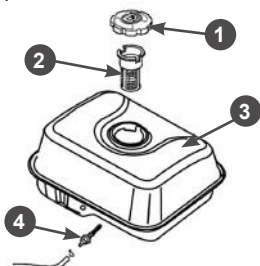

Рис. 16 Топливные фильтры
В топливном баке установлены два сетчатых топливных фильтра. Один фильтр устанавливается в заливной горловине топливного бака. Второй фильтр конструктивно объединен со штуцером топливного бака и установлен внутри бака (Рис. 16).
3. Выкрутите из топливного бака выходной штуцер 4 и произведите его очистку (Рис. 16). Внимательно осмотрите сетчатый фильтр. При обнаружении механических повреждений замените штуцер топливного бака.